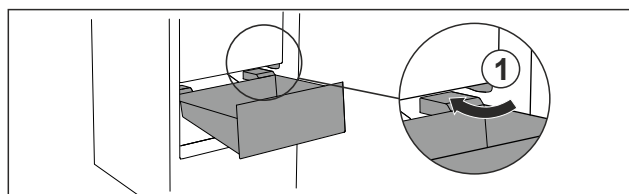

Fig. 27
- ▶ Far passare il cassetto intorno ai fermi Fig. 27 (1) inclinandolo.